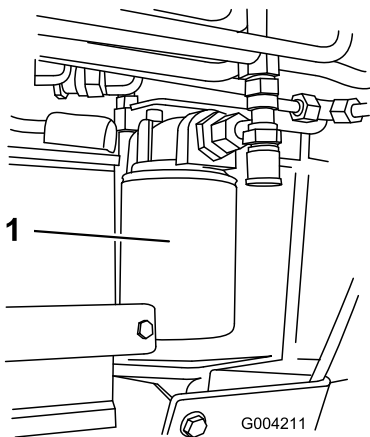

Figura 54
4. Coloque un recipiente debajo del filtro (Figura 54).
5. Retire el filtro usado (Figura 54) y limpie con un paño la superficie de la junta del adaptador del filtro.
7. Instale el filtro hidráulico nuevo en el adaptador del filtro (Figura 54). Apriete el filtro en el sentido de las agujas del reloj hasta que la junta de goma entre en contacto con el adaptador del filtro, luego apriete el filtro 3/4 de vuelta más.